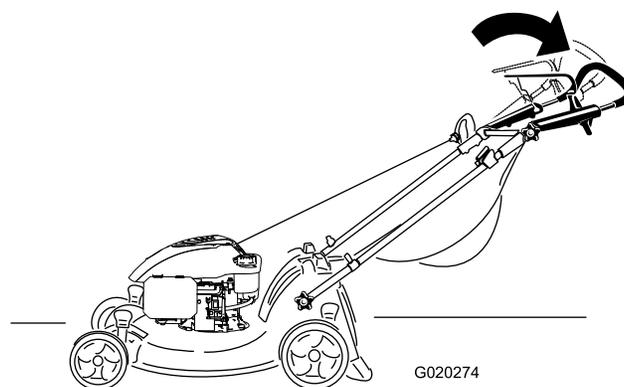

Figure 15
2. Placez la partie supérieure du guidon à la position voulue (Figure 15).